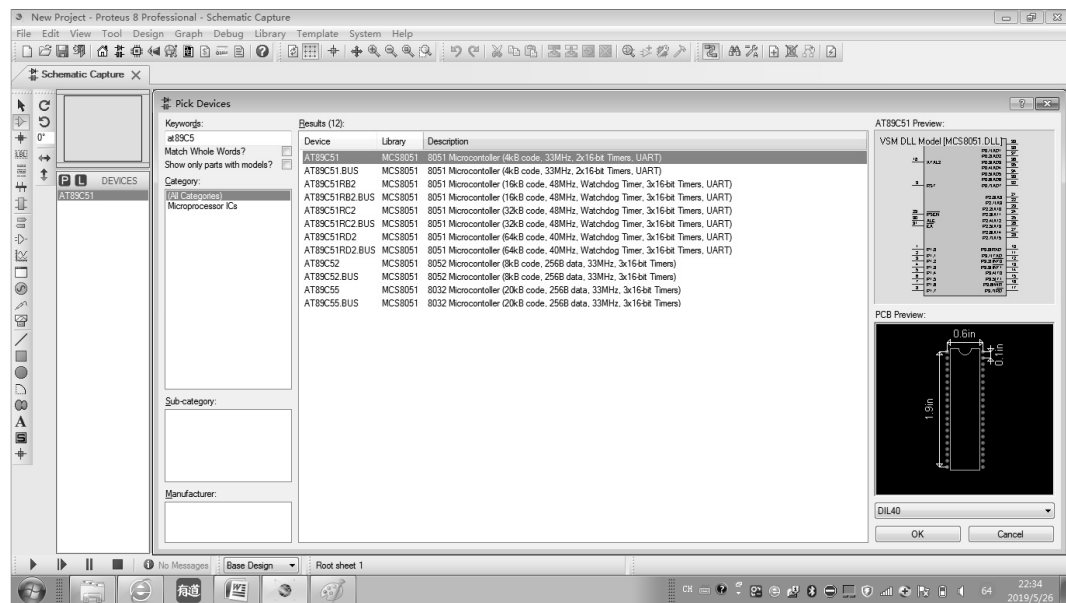

图 1-27 选择元器件
(3) 找到元器件并双击，选中它到工作区域，如图 1-27 所示。